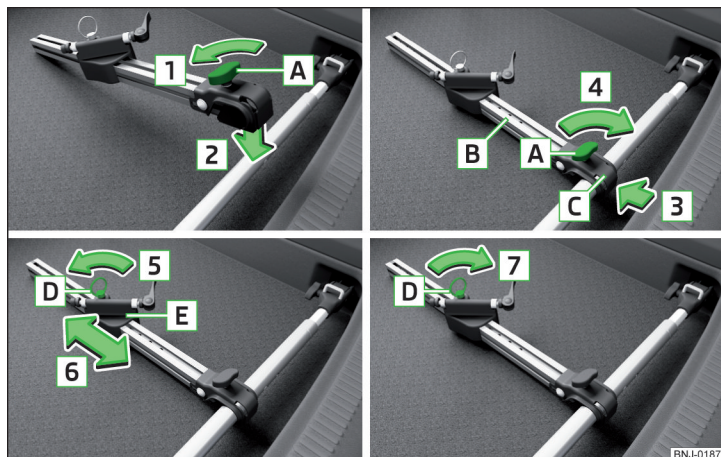

Fig. 112 Montaggio del portabiciclette
- Allentare la vite **A** del portabiciclette (di seguito solo supporto) in direzione della freccia **1** » fig. 112.
- Per trasportare due biciclette, allentare la vite **A** » fig. 112 a pag. 96 del supporto e spostare verso sinistra il supporto insieme alla bicicletta fissata.
- Serrare la vite **A** » fig. 112 a pag. 96 del supporto.
- Se necessario, adattare la posizione della parte mobile **E** » fig. 112 a pag. 96.